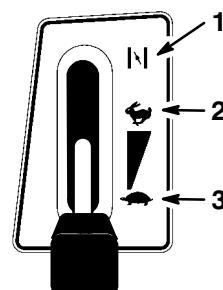

Bild 8
5. Stellen Sie den Gashebel auf Choke (Bild 8).
7. Schieben Sie den Gashebel, sobald der Motor angesprungen ist, langsam auf Schnell (Bild 8). Stellen Sie, wenn der Motor aussetzt oder unregelmäßig läuft, den Gashebel für ein paar Sekunden wieder zurück auf Choke. Stellen Sie dann den Gashebel auf Schnell. Wiederholen Sie diesen Vorgang nach Bedarf.
1. Stellen Sie den Gashebel auf Langsam (Bild 8).